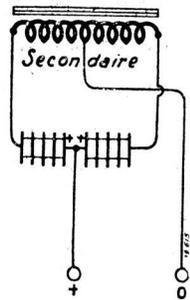

Fig. 6
**Redressement des deux alternances :** La Figure 6 en donne le schéma de principe. Deux cellules sont utilisées et tout se passe comme dans la valve électronique bi-plaque pour laquelle cette disposition est équivalente.